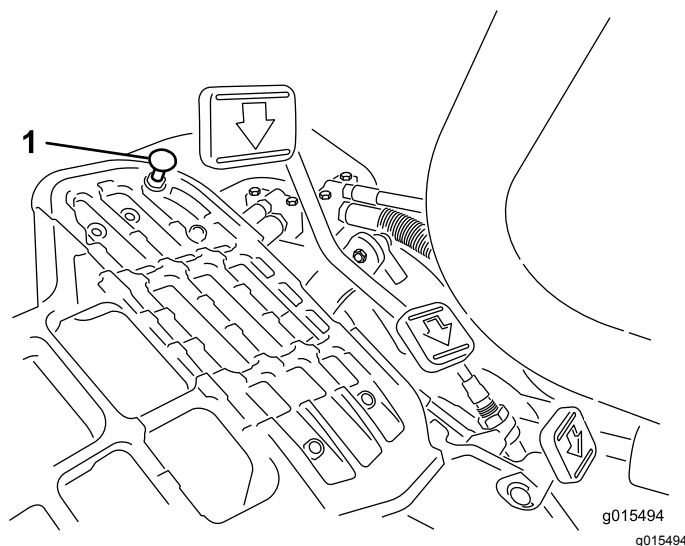

Figura 38
Per ottenere la velocità massima di trasferimento mettete la leva di comando delle funzioni in posizione di TRASFERIMENTO e premete il pedale di trazione. Se il pedale tocca il fermo (Figura 38) prima che avvertiate la tensione sul cavo, effettuate la seguente procedura di regolazione:
1. Spostate la leva di comando delle funzioni in posizione di TRASFERIMENTO e allentate il dado di bloccaggio che fissa il fermo del pedale alla piastra di appoggio (Figura 38).